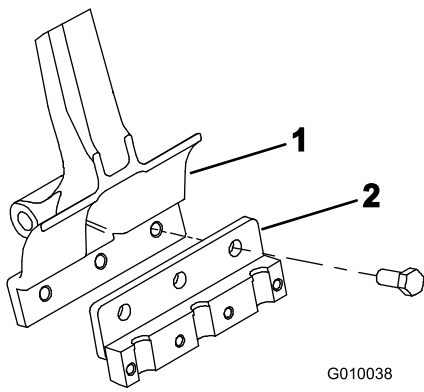

图22
3. 用 3 个螺栓 1/2 x 1-1/4 英寸将打孔针夹头固定到各个打孔针臂图22。上紧螺栓扭矩至 101.6N·m。